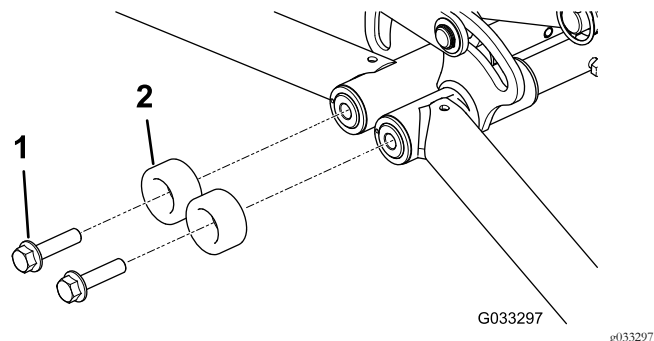

図 19
2. 既存のフランジヘッドボルトと円筒バンパーを外す 図 19。